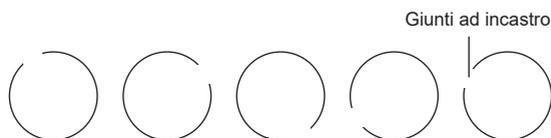

Fig. 17
- Rimuovere il dado di bloccaggio dello stelo (20) ed estrarre il gruppo stelo/otturatore (più gabbia se la valvola è bilanciata).
- Rimuovere il premistoppa in PTFE (12) e procedere allo smaltimento. Rimuovere tutti i componenti metallici, la rondella (14), la molla (8), il cuscinetto (9) e i distanziali (10) prendendo scrupolosamente nota di quanti componenti sono stati smontati essendo questi in numero variabile in relazione alle singole dimensioni delle valvole. Pulire ed esaminare tutte le parti smontate, sostituendo tutte quelle che mostrano segni di usura o danno.
- Pulire la cavità del premistoppa e rimontare i componenti seguendo l'ordine indicato nella Fig. 17.
- Smontare il premistoppa in grafite (26) e procedere allo smaltimento. Rimuovere tutti i componenti metallici, la rondella (14), i distanziali (10) prendendo scrupolosamente nota di quanti componenti sono stati smontati, essendo questi in numero variabile in relazione alle singole dimensioni delle valvole. Pulire ed esaminare tutte le parti smontate, sostituendo tutte quelle che mostrano segni di usura o danno.